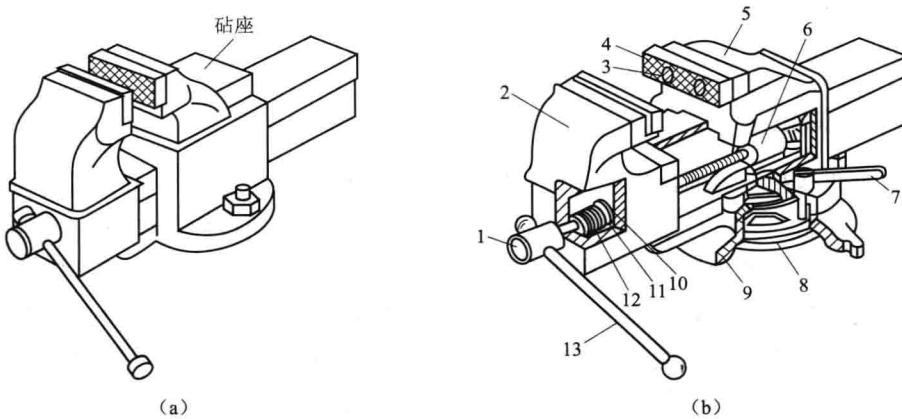

图 1.1.1 台虎钳结构示意图
(1) 台虎钳 (图 1.1.1)
它是用来夹持工件的通用夹具，有固定式 [图 1.1.1(a)] 和回转式 [图 1.1.1(b)] 两种结构类型。台虎钳的规格以钳口的宽度表示，有 100 mm、125 mm、150 mm 等几种。台虎钳在钳台上安装时，必须使固定钳身的工作面处于钳台边缘以外，以保证夹持长条形工件时，工件的下端不受钳台边缘的阻碍。回转式台虎钳的构造及工作原理说明如下：